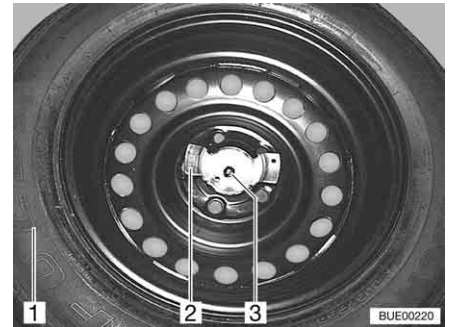

Fig. 235 Fijación de la rueda de repuesto
- Desenroscar las dos tuercas (Fig. 235,2 y 3).
- Sacar la rueda de repuesto (Fig. 235,1) del portador de la rueda de repuesto.